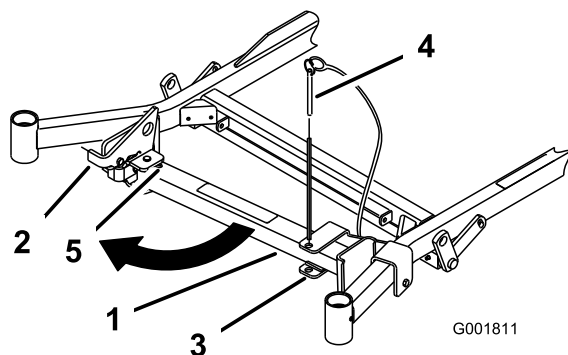
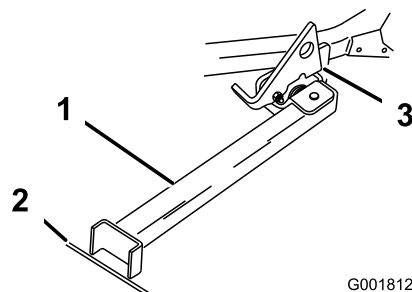

Figura 34
Figura 35
2. Togliete il perno dalla staffa (Figura 34).
3. Alzate il dispositivo di chiusura. Portate il piede del supporto sul davanti e spostate il supporto verso la macchina, nell'intaglio inferiore (Figura 34 e Figura 35).
6. Mettete a terra il piede del supporto ed appoggiate il dispositivo di chiusura sull'aletta orientabile (Figura 35).
Nota: Per ottenere risultati ottimali, appoggiate il piede del supporto nelle fessure del marciapiede o nel tappeto erboso (Figura 35).
8. Guidate sul supporto. Fermatevi quando il dispositivo di chiusura cade sull'aletta e si chiude in posizione di BLOCCO (Figura 35). Una volta sul supporto, innestate il freno di stazionamento e spegnete il motore.
7. Riportate il supporto in posizione di RIPOSO (Figura 34).